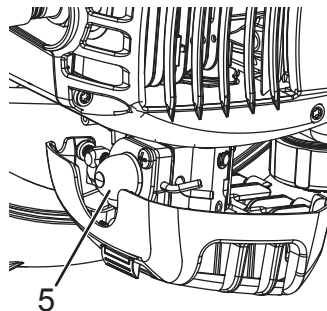

Fig. 9
2. Pressez la poire d'amorçage [5] à 7 reprises. [Fig. 9]